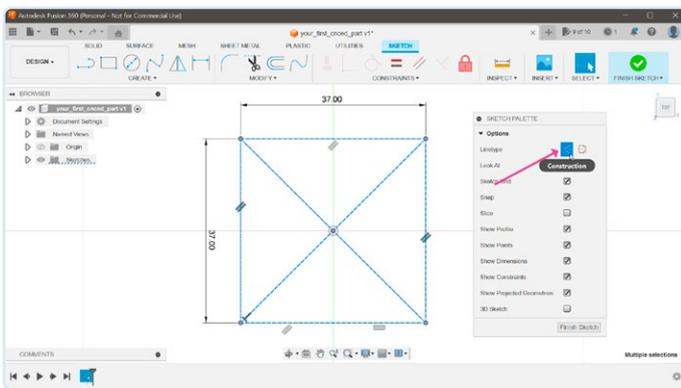

Bild 3. Ändern der Liniendefinition im Konstruktionsmodus.
3) Wir können diese Form nicht zum Extrudieren des Gehäuses verwenden, da wir Platz um die Platine herum benötigen. Daher wählen wir alle Linien aus und wandeln sie in Konstruktionslinien um, indem wir im Dialogfeld *Sketch Palette* auf den Button *Construction* klicken. Dadurch wird Fusion 360 mitgeteilt, dass diese Linien nur als Hilfslinien verwendet werden (**Bild 3**).